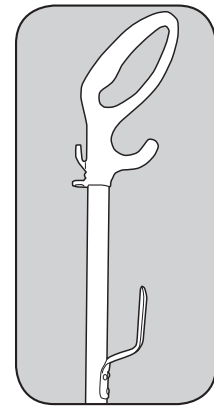

Fig. 1
Cet appareil est pour utilisation sur un circuit nominal de 120 volts et possède une fiche de branchement à la terre qui ressemble à la fiche illustrée dans la Fig. 1. Assurez-vous que l'appareil est connecté à une prise de courant ayant la même configuration que la fiche. Aucun adaptateur ne doit être utilisé avec cet appareil.
- Après avoir retiré la vis de la poignée, insérez la poignée dans le trou sur le dessus de l'aspirateur. Assurez-vous que le crochet du cordon sur la poignée est positionné à l'arrière de l'aspirateur (Fig. 1).